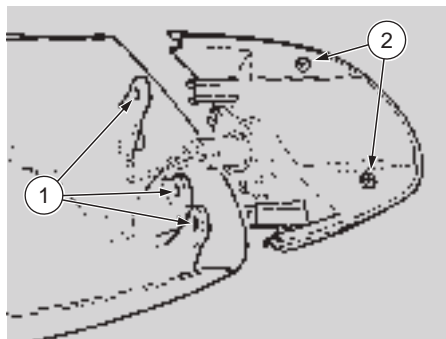

Fig. 60
- ◆ Togliere le tre viti (1 - Fig. 60).
- ◆ Togliere le due viti (2 - Fig. 60).